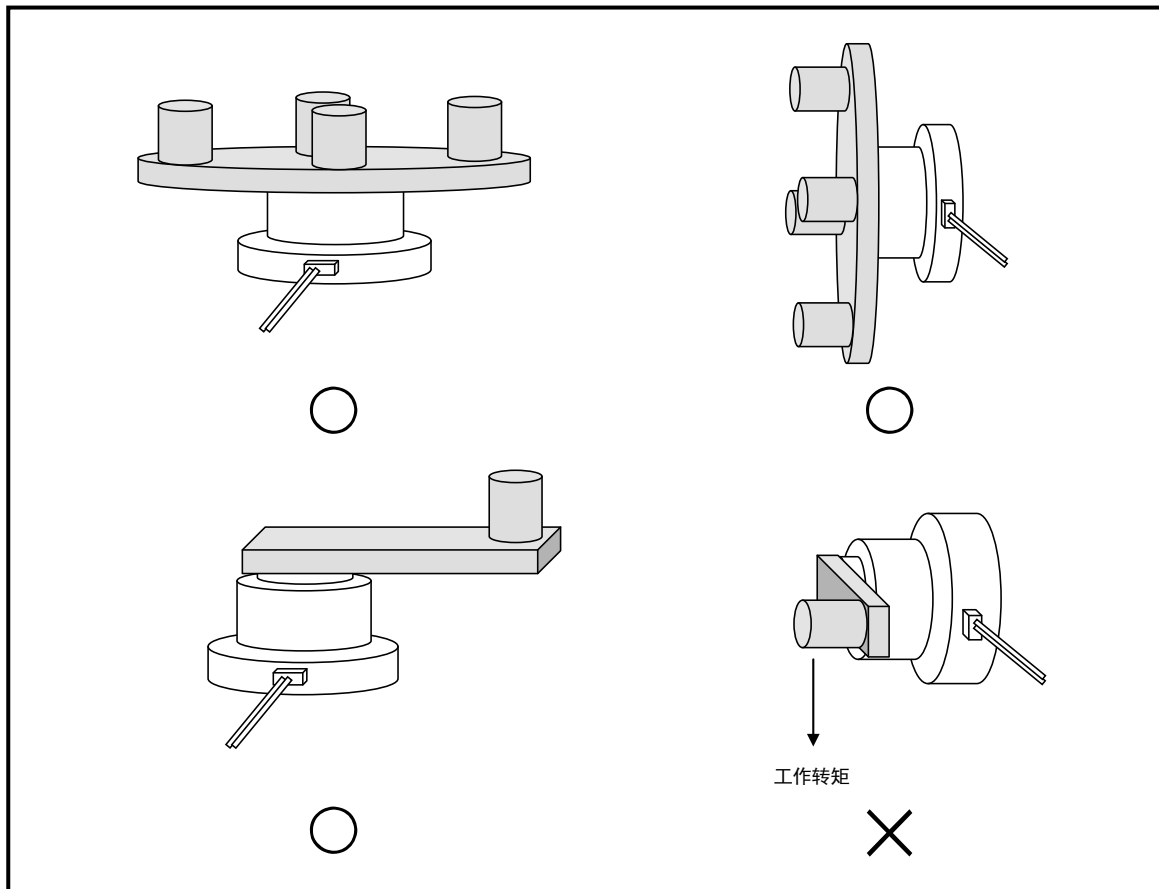

图 4.4 工作转矩的作用
- ◆ 如图 4.4 所示，在工作转矩（外部所施加的使作动器的输出轴发生转动的力矩）起作用的情况下，无法进行自动增益调整。此时，也以手动方式调整增益。